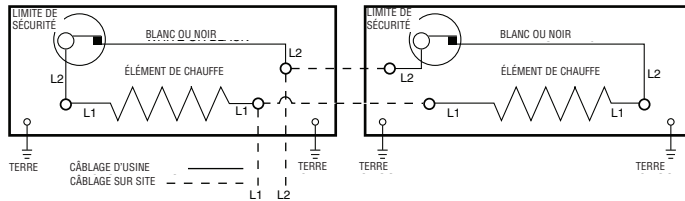

Figure 5 : Schémas de câblage
- d. Câblez le radiateur en fonction des schémas de câblage de la Figure 5. Remettez en place le couvercle de chemin de câble avec ses vis.
8. En suivant le schéma de câblage souhaité, comme montré en Figure 5, branchez l'alimentation électrique au radiateur en utilisant des bouchons de raccordement de fils approuvés